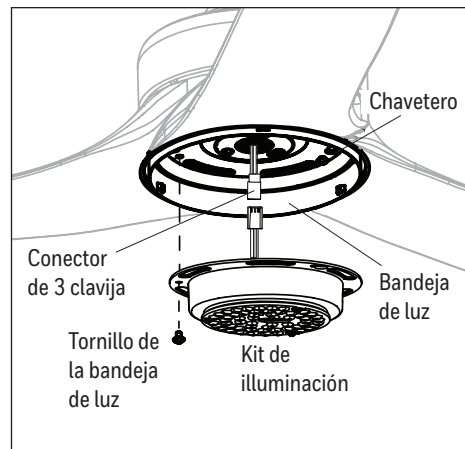

Figure 5.5
5. Retire uno de los tres tornillos de la bandeja de luz que se encuentran en la bandeja de luz y afloje los otros dos sin retirarlos. Conecte el conector de 3 clavijas del ventilador al conector de 3 clavijas del kit de iluminación. Levante los dos chaveteros en el kit de iluminación sobre los dos tornillos sueltos de la bandeja de luz y gire en dirección de las manecillas del reloj. Luego, use el tornillo de la bandeja de luz previamente retirado para asegurar el kit de iluminación a la bandeja de luz. Apriete todos los tornillos (Figure 5.5).